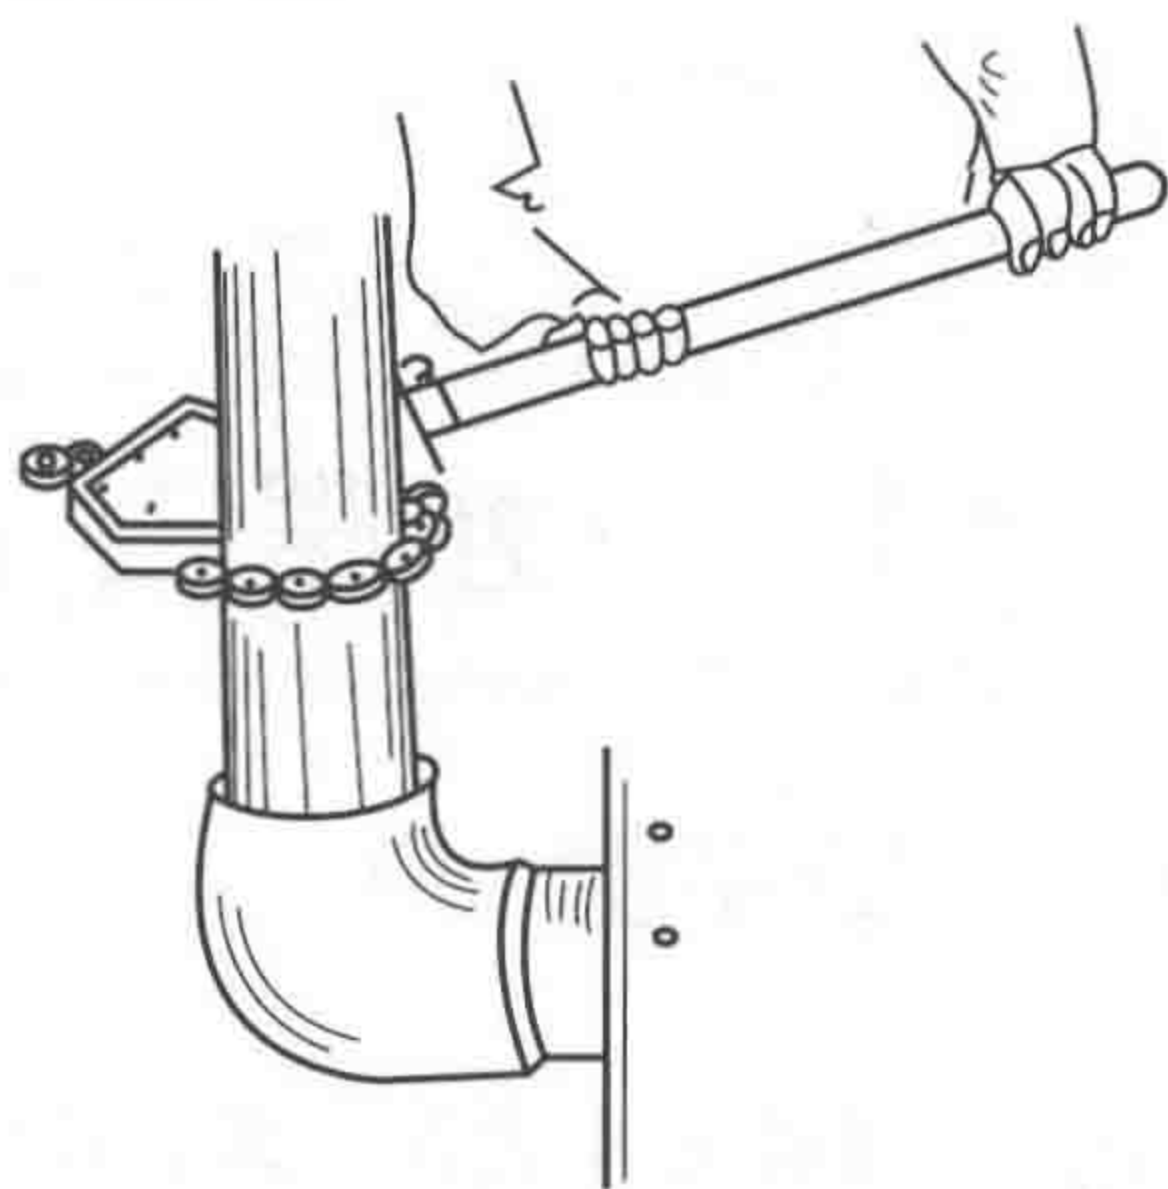

图 1-4 链条钳的使用
① 操作时应选用与管子或管件规格相适应的链条钳。
② 打开链条，将管子置于链条上，根据管径大小扣紧链条，同时，握住手柄回转管子，如图 1-4 所示，即可进行管子与管件或螺纹阀门的安装或拆卸。
③ 要注意适时清洗链节，并加注润滑油润滑，以防止链条生锈，保持链节的灵活。